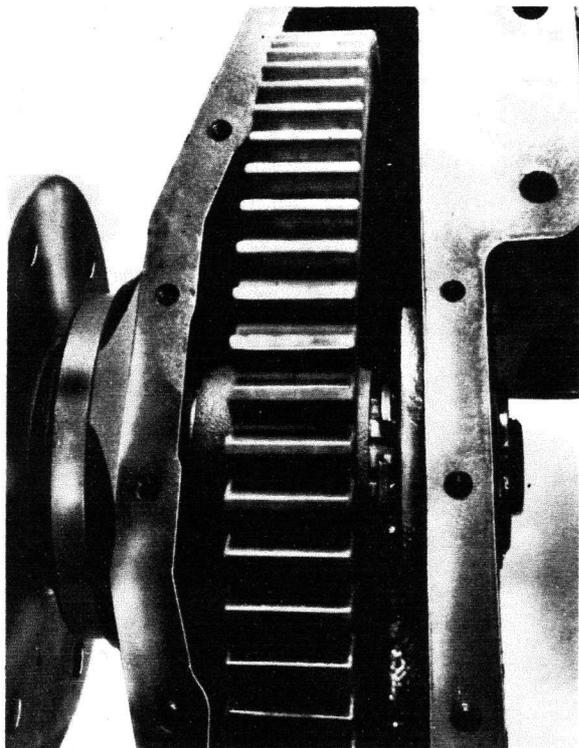

Fig. 13
- 3° Extraire le circlip de retenue de la couronne et le placer en dehors des cannelures (fig. 13).